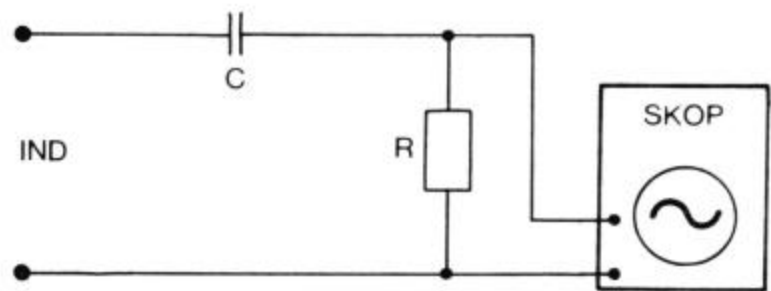

Fig. 15.1
Sammensæt en modstand (R) og en kondensator (C) til et RC-led som vist på fig. 15.1. Sinusgeneratoren forbindes til indgangen, og over modstanden måles spændingsforskellen med et oscilloskop. Med et oscilloskop måles V_{ss} (spids-spids spænding). (Se Basis Elektronik side 27).
Hvorfor kaldes denne udførelse af RC-leddet i fig. 15.1 for et højpasfilter?